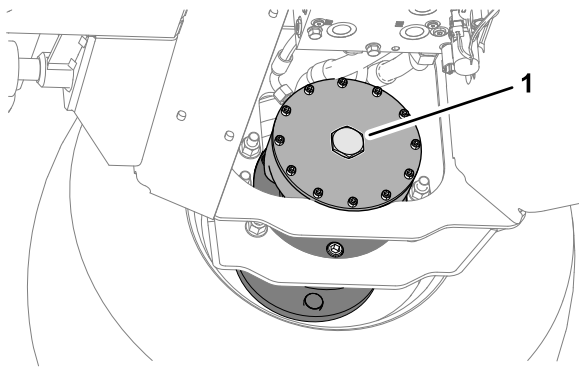

Bild 40
- Montieren Sie die Sechskantschraube an die Motorendplatte (Bild 40).
6. Verstauen Sie die 2 Bolzen, 12 x 40 mm und 2 Beilagscheiben 12 mm in den Stützschiene der Plattform (Bild 40).